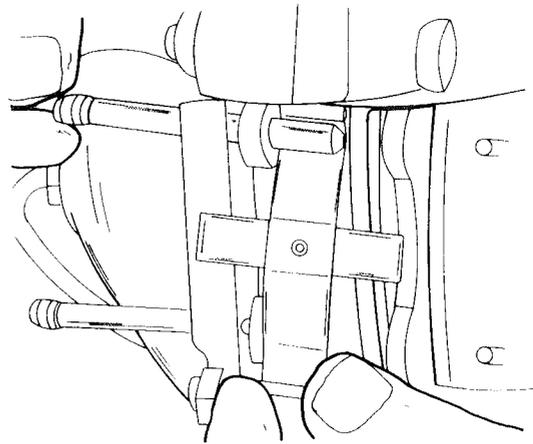

Bild 183
- Mit einem geeigneten Durchschlag den oberen Sicherungsstift von aussen nach innen ausschlagen und die Spreizfeder entfernen. Danach den unteren Sicherungsstift in gleicher Weise ausschlagen. Bild 183 zeigt den Ausbau der genannten Teile.
Einen neuen Sicherungsstift einschieben und die in Bild 183 gezeigte Spreizfeder mit ihrer Randprägung darunterbringen. Das freie Ende der Feder so vorspannen, dass der zweite Sicherungsstift eingeschoben werden kann. Beide Stifte vorsichtig mit einem geeigneten Treibdorn einschlagen. Nach Montage des Rades die Bremsen einige Male betätigen, so dass sich die Klötze an die Bremsscheiben heranstellen können.